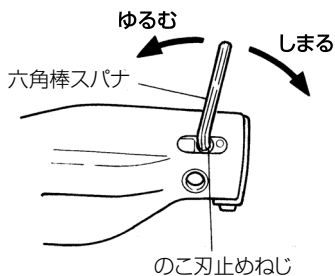

図 3
- (1) のこ刃止めねじを六角棒スパナで3～4回転し、ゆるめます。(図3)